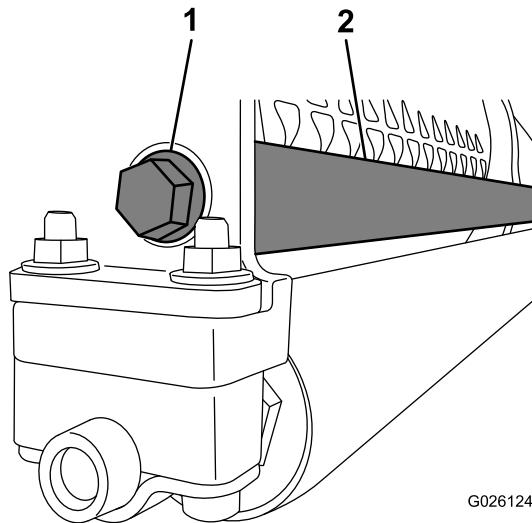

Bild 6
4. Befestigen Sie das Gewindeende der Stützstange mit einer Bundkopfschraube am Rahmen (Bild 6).